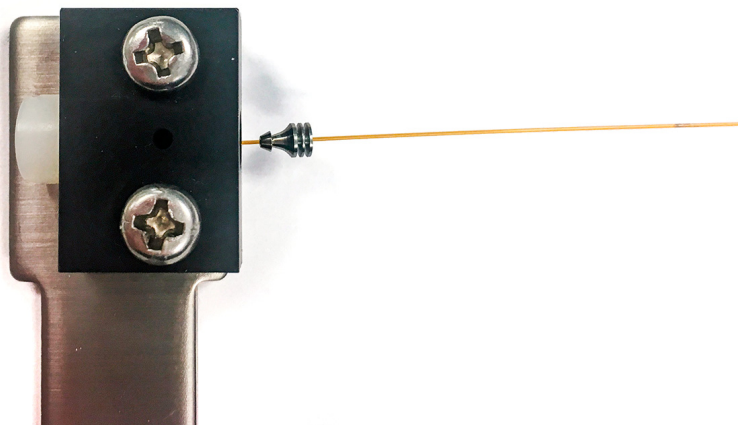

Abbildung 8. Einschrauben der Mutter in das Einwalzwerkzeug
- Schrauben Sie die Mutter in das Einwalzwerkzeug ein und ziehen sie mit den Fingern fest. Siehe **Abbildung 8**.